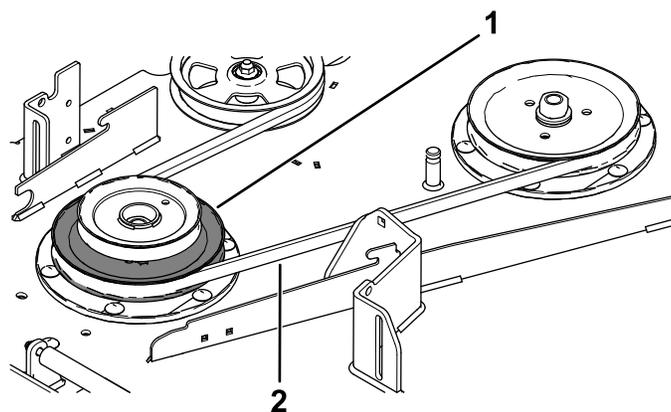

**Figura 20**
- Inserite le viti prigioniere filettate sul supporto della puleggia attraverso i fori presenti nella puleggia del piatto (Figura 20).
- Fissate la puleggia del piatto di taglio all'asse del fusello con il dado esagonale (¾") e la rondella rimossi in precedenza (Figura 20).
- Disponete la puleggia del soffiatore sulle viti prigioniere filettate e installate senza serrare i 3 dadi di bloccaggio (⅜") come illustrato nella Figura 20.